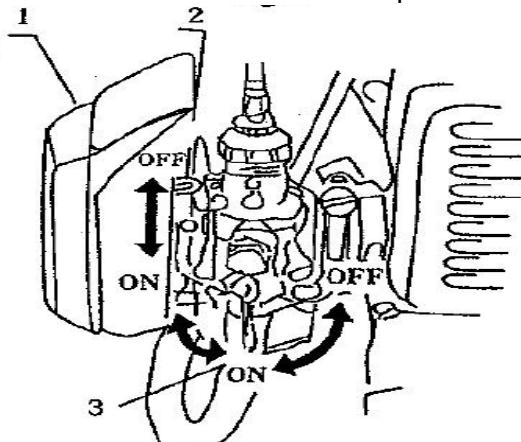

Fig. 9
- Mettre le bouton de carburant en position marche, comme indiqué dans la figure 9.